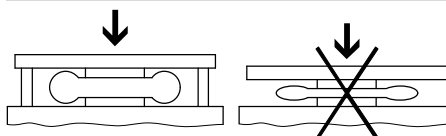

Fig. 3
- Asegúrese de que el cilindro de fuelle no está por debajo de la altura mínima $h_{\text{mín}}$. Ejemplo Fig. 3.